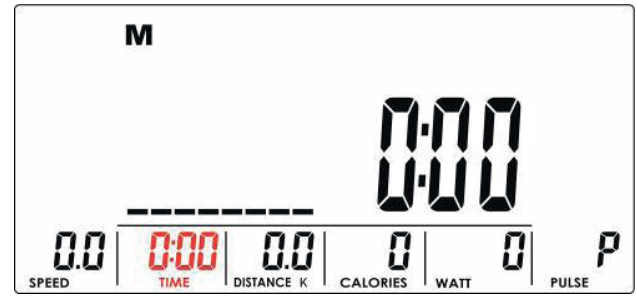

Abbildung 5
3. Geben Sie die Zeit (Abb. 5), die Entfernung (Abb. 6), die Kalorien (Abb. 7) und den Puls (Abb. 8) mit den UP oder DOWN Tasten ein. Bestätigen Sie mit MODE / ENTER.